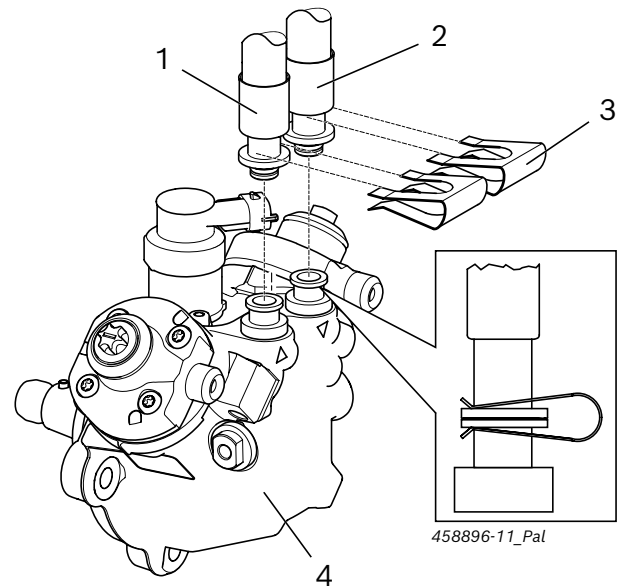

Fig. 3: CP4.2 med instickssystem
Använd de pumpspecifika slangarna för anslutning av testolja till CP4. Slangarna sätts fast med hjälp av fästklämmorna 1 685 200 116 (fig. 3, pos. 3) i CP4. Slangarna och fästklämmorna ingår i leveransen med delsatsen 1 687 016 125.
1. Anslut slangen för testoljetillflöde (fig. 3, pos. 1) till tillflödesanslutningen på CP4.
2. Anslut slangen för testoljeretur (fig. 3, pos. 2) till returanslutningen på CP4.
3. Fäst båda slangarna till anslutningarna på CP4 med fästklämmorna (fig. 3, pos. 3).